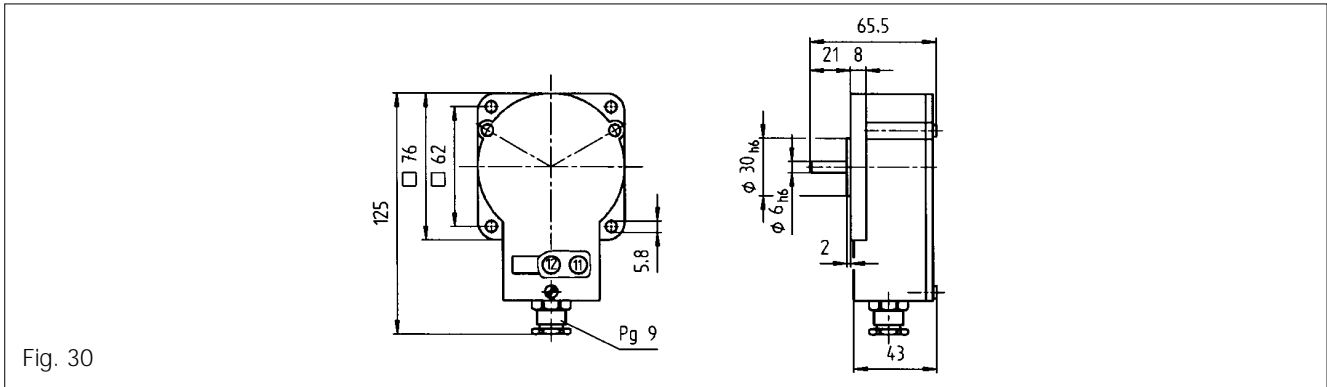

Fig. 30
**Drahtdrehwiderstand Typ ERPD0005K0006W (PW 70 A) (Fig. 30)**
**Wirewound rotary register type ERPD0005K0006W (PW 70 A) (fig. 30)**
**Potentiomètre bobiné type ERPD0005K0006W (PW 70 A) (fig. 30)**